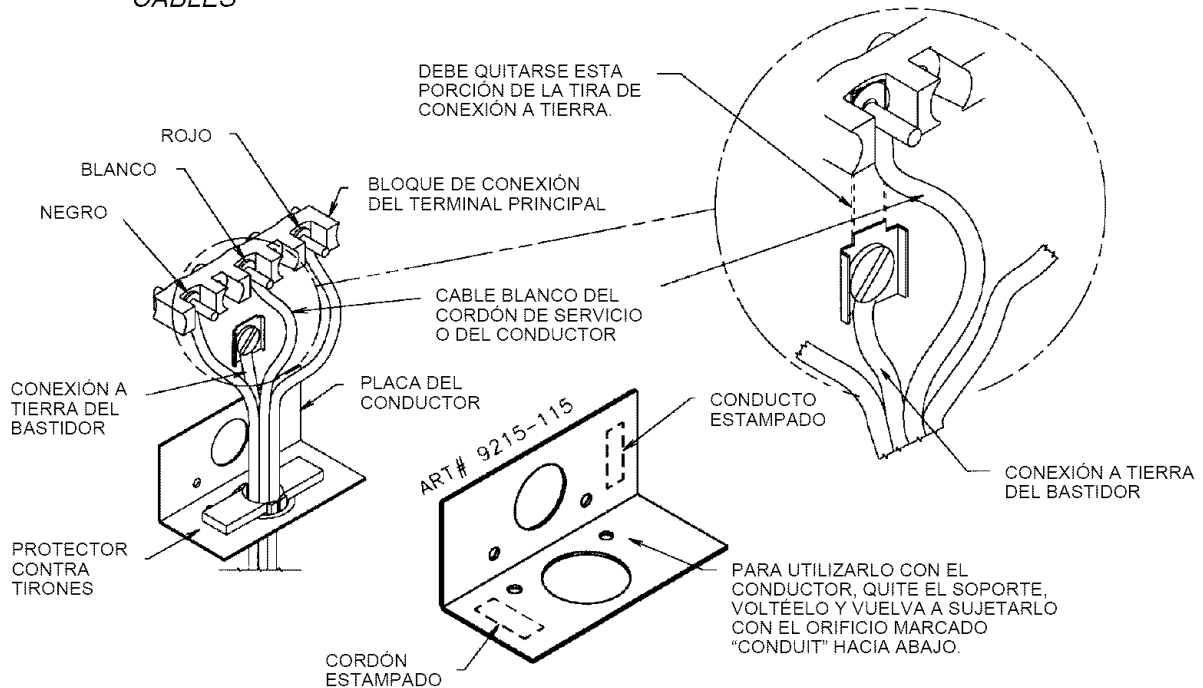

FIGURA 9
1. La tira de conexión a tierra de cobre que está conectada entre los postes neutro (medio) del bloque del terminal principal y el bastidor **DEBE** cortarse según se muestra en la figura 9. Conserve el tornillo verde de conexión a tierra para sujetar a la tierra desde el cordón de 4 cables. Solamente debe utilizarse un cordón o conductor de 4 cables.
Desconecte la estufa del suministro eléctrico. Quite la cubierta de acceso en la parte posterior de la estufa y quite el cordón de servicio de 3 cables del bloque del terminal principal. Siga las instrucciones a continuación según se indica en la figura 9 para conectar el cordón de servicio de 4 cables.